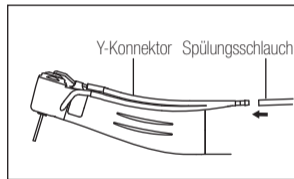

Abb. 5
- 2) Schließen Sie den Spülschlauch fest an den Y-Konnektor an. (Abb. 5)